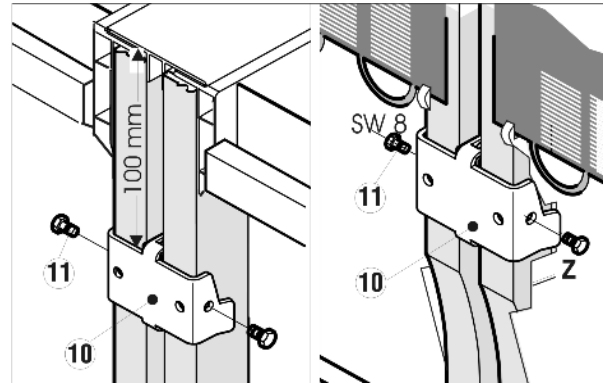

Fig. 6
- ▶ С обратной стороны сверху и снизу следует установить широкие крепежные уголки Fig. 6 (10).
- ▶ Нижний крепежный уголок вставьте в соответствующий вырез (Z).
- ▶ Затем оба крепежных уголка Fig. 6 (10) прочно затяните с боков с помощью винтов с шестигранными головками Fig. 6 (11).